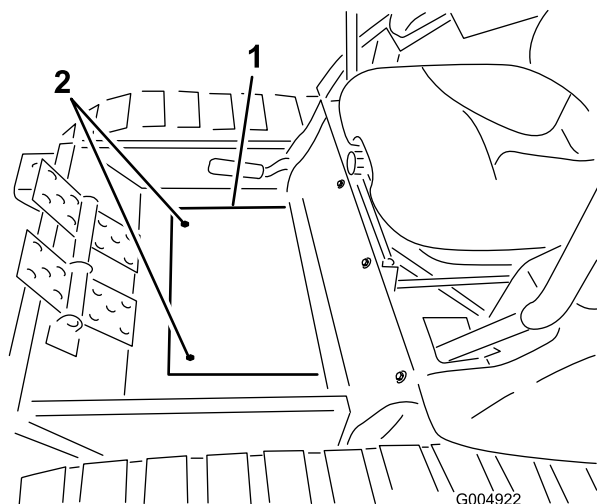

Figure 74
3. Enlevez les deux vis qui fixent la plaque couvercle de plancher et déposez celle-ci (Figure 74).